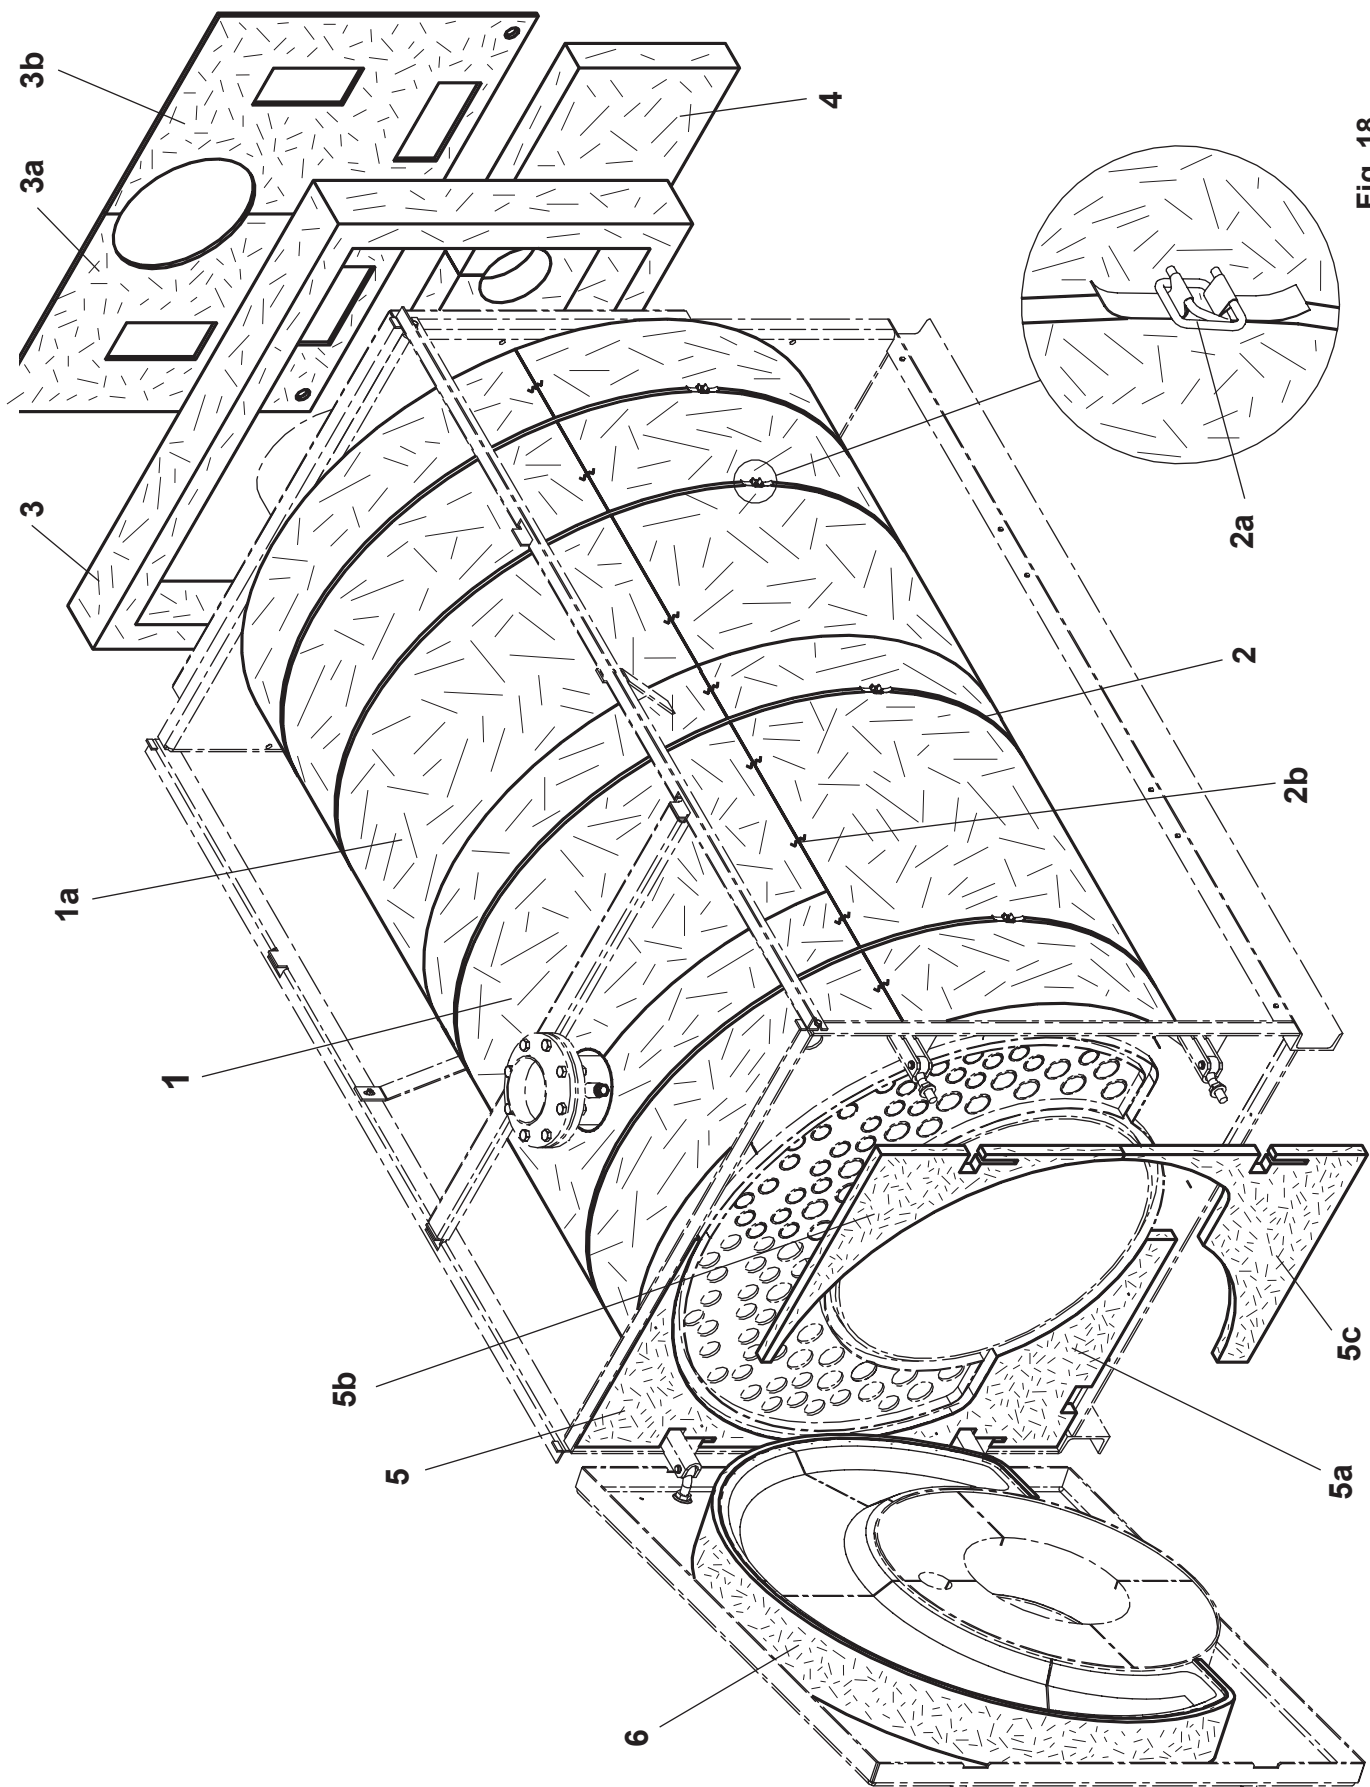

Fig. 18
1. Оберните изоляционные маты вокруг тела котла (1/1a, Рис. 18) (соедините по бокам черной стороной наружу).
2. Закрепите пластиковые ремнями с (2) с застежками(2a):
4. Поместите изоляционный мат (4, Рис. 18) на крепеж, приваренный к задней стенке котла и закрепите крепежными дисками (Рис. 17).
5. Установите изоляционные панели (5/5a/5b/5c, Рис. 18) на крепеж, приваренный на передней панели котла и закрепите крепежными дисками (Рис. 17).
6. Оберните изоляционный мат (6, Рис. 18) вокруг навесного фланца и закрепите крепежными дисками (Рис.16).